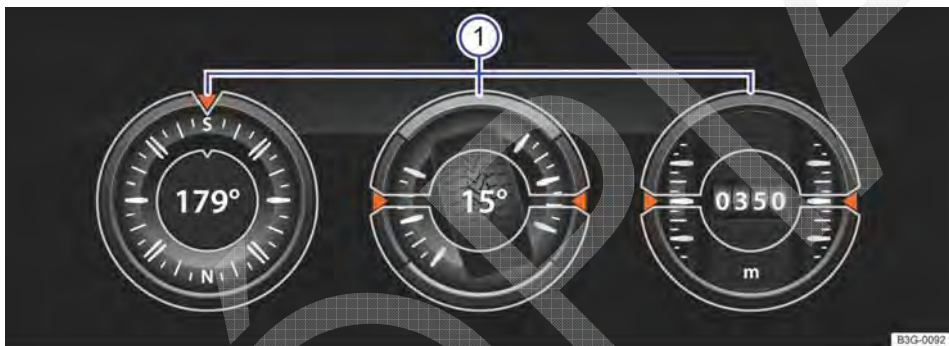

Fig. 159 No sistema Infotainment: indicação de off-road.
O display pode exibir, no máximo, 3 instrumentos simultaneamente. Cada um dos instrumentos pode ser selecionado para cada uma das áreas de exibição → Fig. 159 ① (esquerda, central, direita).